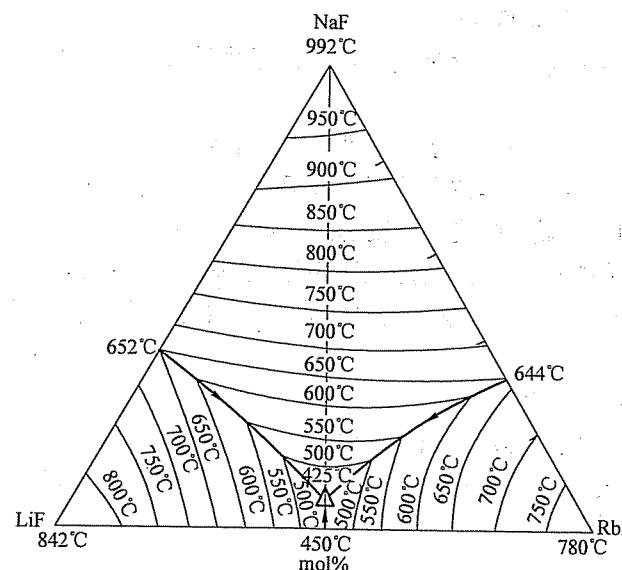

图 7-1 第十三题图
- 十三、(共10分) LiF-NaF-RbF 三元相图如图 7-1 所示。